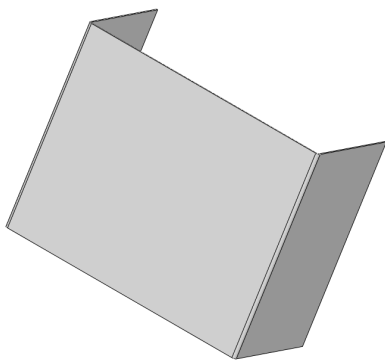

图 13-27 创建边线法兰特征
(7) 在【边线法兰】属性管理器中的【长度】右侧数值框中输入 51，单击【确定】按钮，创建边线法兰特征，如图 13-27 所示。